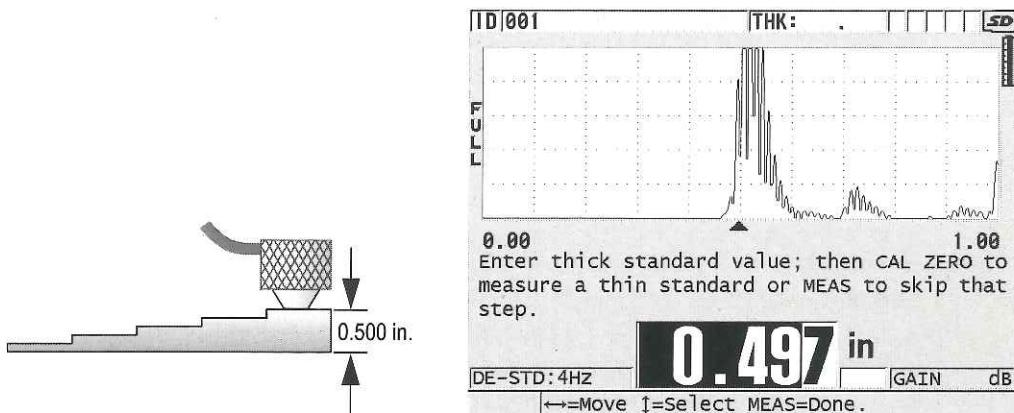

図 5-4 階段状試験片（5段階）での材料音速校正の実行
1. 材料音速校正を実行するには（64 ページ図 5-4 参照）：